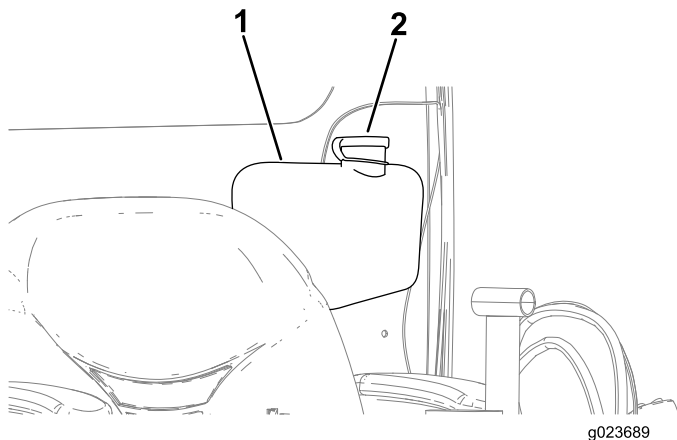

Figura 164
2. Abra a tampa do reservatório do lavador do para-brisa (Figura 164).
3. Adicione fluido até encher o reservatório do lavador do para-brisa (Figura 164).
4. Feche a tampa do reservatório do lavador do para-brisa (Figura 164).